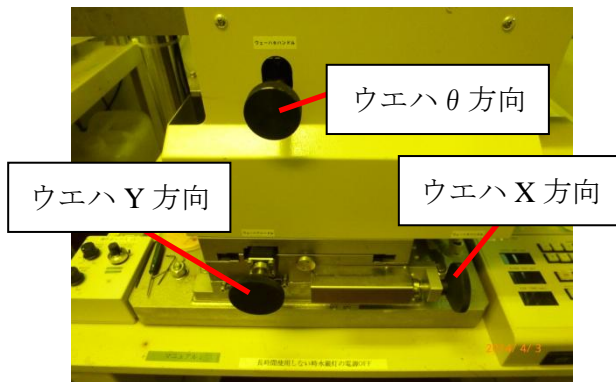

図 14
- ウエハハンドルの X,Y,θ つまみをまわして位置調整(図 14)